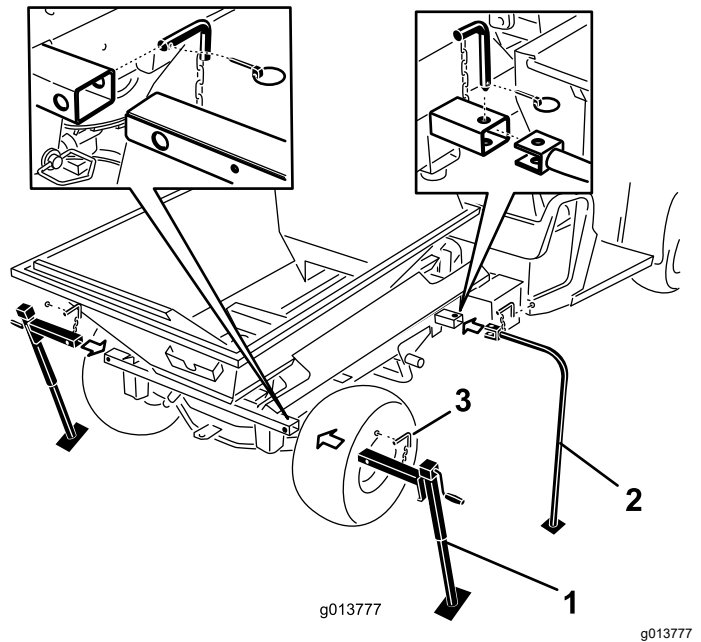

図 52
7. プロパスに、保管用スタンドの前脚と後部ジャッキを取付け、ロックピンで固定する 図 52。